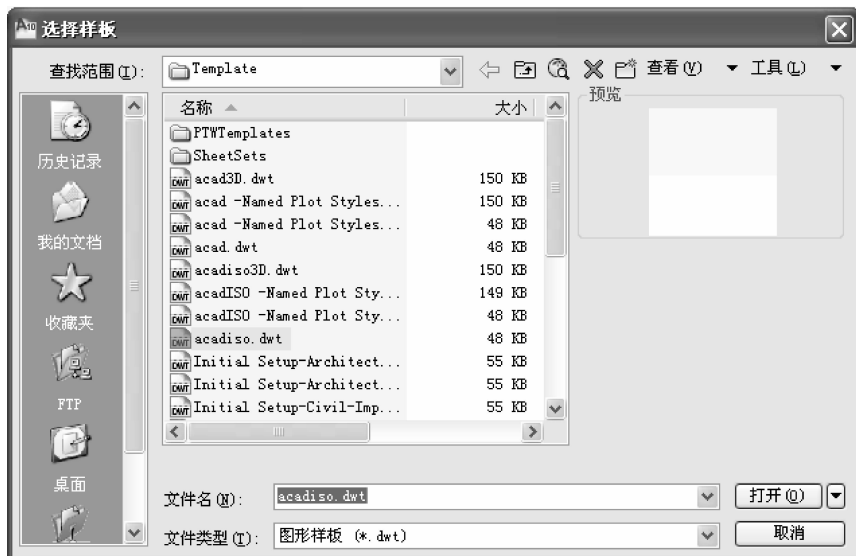

图 1-35 “选择样板”对话框
(1) 单击“标准”工具栏的  按钮, 或执行“文件”→“新建”命令, 即执行 NEW 命令, AutoCAD 弹出“选择样板”对话框, 如图 1-35 所示。